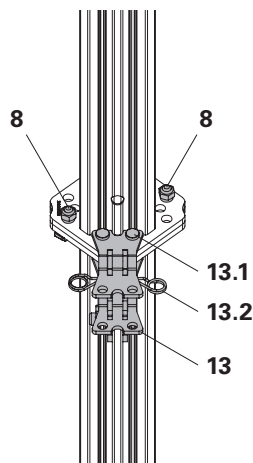

Fig. A5.01a
1. Togliere 2x bulloni flangiati Ø12 mm (13.1) sull'attacco puntello di stabilizzazione MP MR (13).
2. Spingere l'attacco puntello di stabilizzazione MP MR (13) sulle due piastre terminali.
3. Fissare con i due bulloni flangiati Ø12 mm (13.1) e bloccare con inserti a molla 3,2/2 (13.2). (Fig. A5.01a)